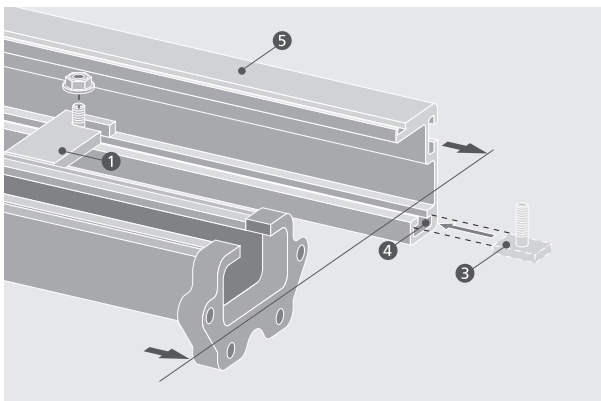

Abbildung 5.6.2
- Hammerkopfschrauben (3) in die Nut (4) der Seitenabstützung (5) einführen und Seitenabstützung mit Querstreben (1) verschrauben. Keine Unterlegscheiben verwenden. Anzugsdrehmoment 21 Nm. (Abb. 5.6.2)